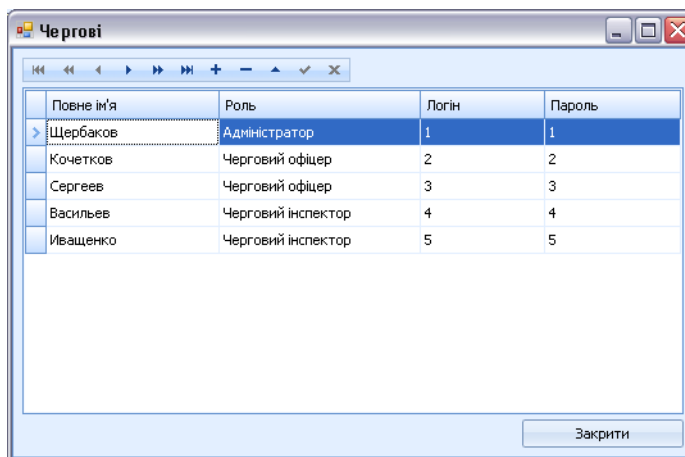

Рисунок 3: Список пользователей системы
6.2.3. Список пользователей системы настраивается в диалоговом окне, которое отображается при выборе пункта меню «Настройка, Дежурные» (рис. 3).